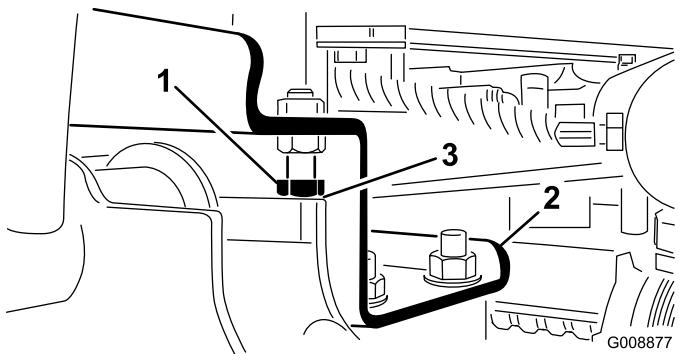

Figura 23
- Afloje los pernos de bloqueo y ajuste el cilindro para obtener la holgura necesaria (Figura 23).
- Compruebe que la holgura entre cada brazo de elevación y el perno de tope es de 0,005 a 0,040 pulgadas (0,13–1,02 mm) (Figura 23).